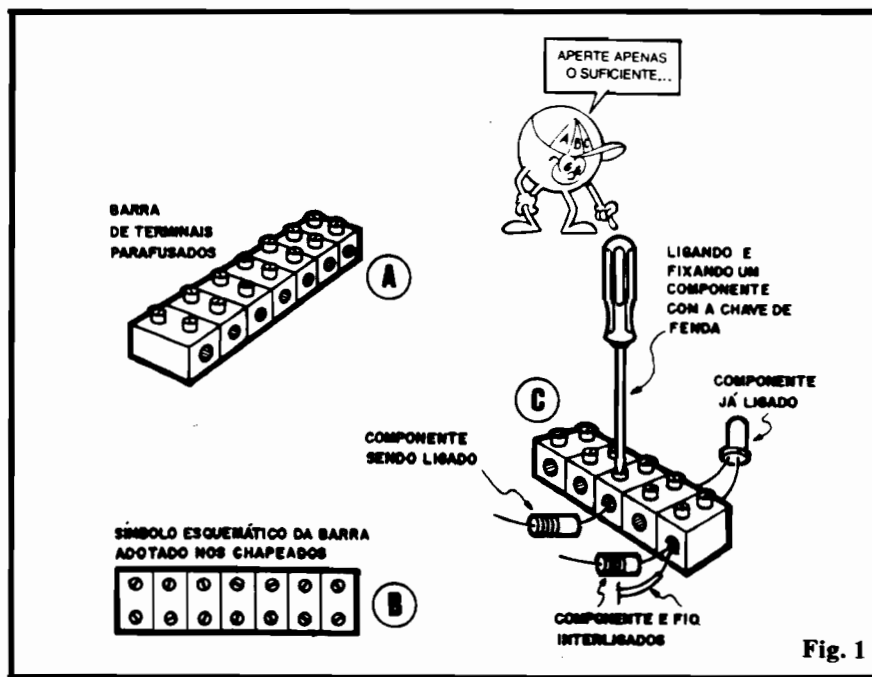

Fig. 1
- **FIG. 1-A** - A barra de terminais (muito fácil de ser encontrada em casas de materiais eletro-eletrônicos) apresenta normalmente 12 segmentos, em "fila", cada um formado por um miolo metálico perfurado (no qual são inseridos os fios ou terminais a serem interligados) e um par de parafusos pequenos, que "atravessam" verticalmente o miolo. Tais parafusos exercem a função dupla de fixar mecanicamente os fios ou terminais e, ao mesmo tempo, promover sua conexão elétrica. **ATENÇÃO:** embora a barra inteira apresente 12 segmentos, seu material estrutural é fácil de cortar (com canivete ou estilete), de modo a reduzir o tamanho (número de segmentos) da barra às conveniências específicas. Se o Leitor/Aluno precisar, numa montagem ou experiência, de uma barra com apenas 5 segmentos, poderá facilmente separar essa extensão, cortando-a da barra inteira... Essa barra é comercializada (na marca tradicional "Sindal") sob o nº de código "812", permitindo a inserção e conexão de "até 1 fio calibre 14", ou, naturalmente, de vários fios ou terminais de calibres inferiores (número AWG maiores...).
- **FIG. 1-B** - Para descomplicar os desenhos e as informações visuais, aqui em ABC, adotaremos a estilização mostrada na figura, quando a barra for usada nos "chapeados" da montagens e experiências. Eventualmente, os segmentos poderão (para facilitar o acompanhamento e a sequência de montagem...) ser **numerados**. Essa numeração, obviamente, será apenas referencial, já que a barra "verdadeira" **não tem** números de segmentos nela inscritos...
- **FIG. 1-C** - Detalhes de **como** fios e terminais de componentes devem ser ligados (interligados) através da barra. As pontas de fio devem estar desencapadas (removido o isolamento) e os terminais de componentes devem estar bem limpos (se estiverem oxidados, precisam ser previamente raspados com uma lâmina, até o metal se mostrar brilhante...). O procedimento para ligação é simples: